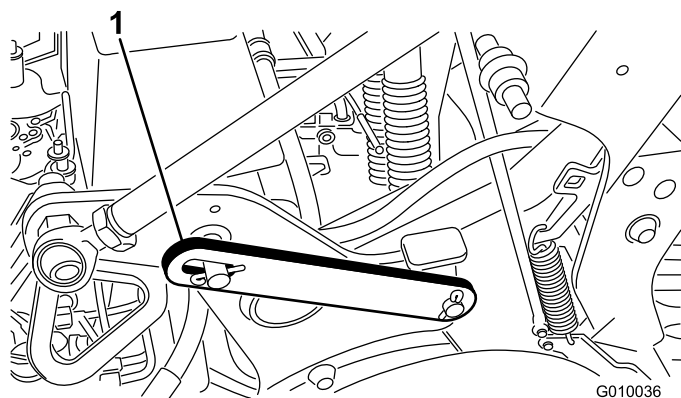

Figura 20
2. Togliete l'anello Seeger che fissa il fermo di servizio per il rimessaggio (Figura 20).